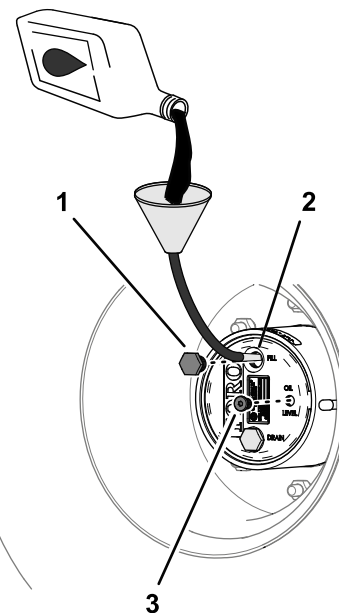

Figura 85
4. Se o nível de óleo estiver baixo, retire o tampão de enchimento e adicione o óleo especificado até começar a sair pelo furo do tampão de verificação (Figura 85).
6. Instale o tampão de enchimento e o tampão de verificação (Figura 85).
- Através do furo do tampão de enchimento, adicione lentamente o lubrificante de engrenagens especificado; consulte Figura 85 em Verificação do lubrificante da transmissão da engrenagem planetária \(página 68\).
- Instale o tampão de enchimento e o tampão de nível de óleo; consulte Figura 85 em Verificação do lubrificante da transmissão da engrenagem planetária \(página 68\).